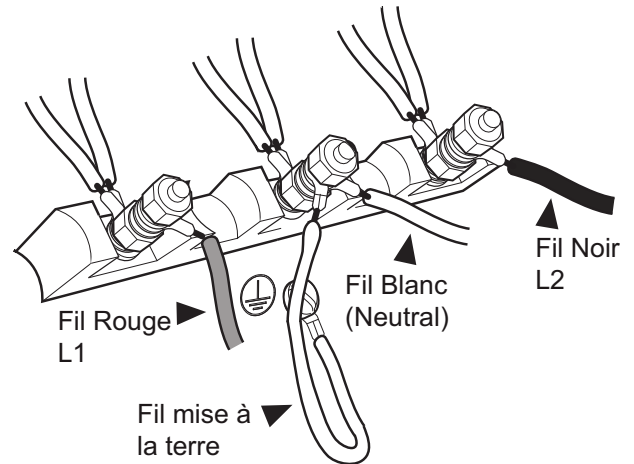

Figure 19 : Connexion à trois fils
4. Fixez le fil neutre mis à la terre du circuit d'alimentation au plot central (de couleur argent) du bloc de jonction (consultez la *Figure 19*).